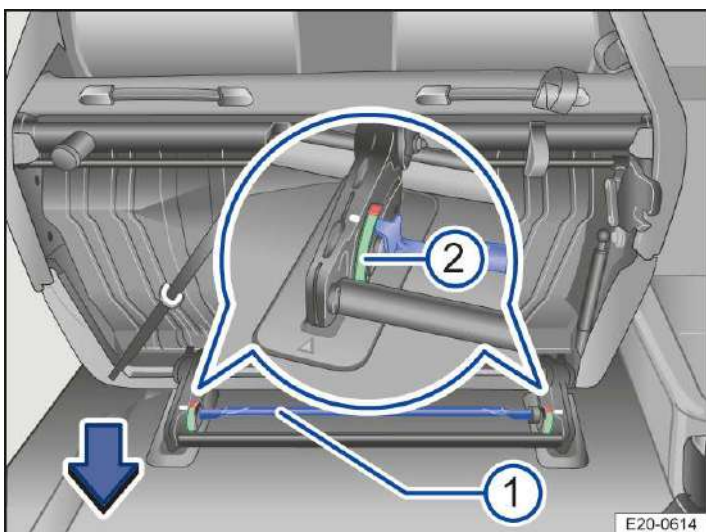

Abb. 3 Zweite Sitzreihe: Zweier-Sitzbank einbauen.
2. Gestänge → Abb. 3 (1) so lange in Pfeilrichtung nach unten drücken, bis sich beide Verriegelungsanzeigen (2) im grünen Bereich befinden.